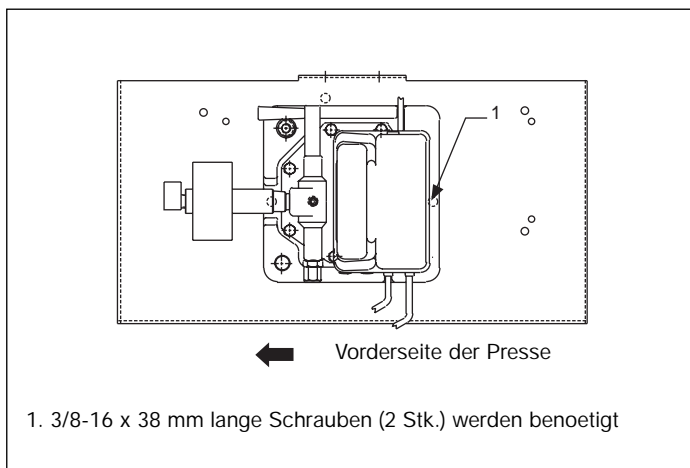

Abbildung 2: PUJ1200B/PUJ1201B Pumpe
1. Montieren Sie die Elektropumpe (**PUJ1200B**) an zwei Stellen am Tisch, und verwenden Sie dazu die mitgelieferten Kleinteile. Siehe Abbildung 2.